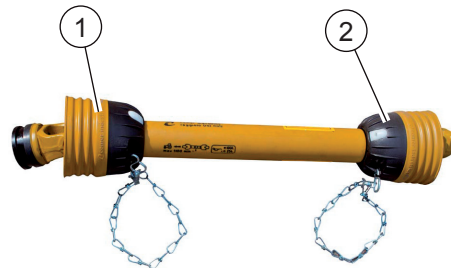

FIG. 11
- Protections sur l'arbre à cardans côté tracteur (1, "Fig. 11") et côté machine(2) y compris les chaînes de retenue.